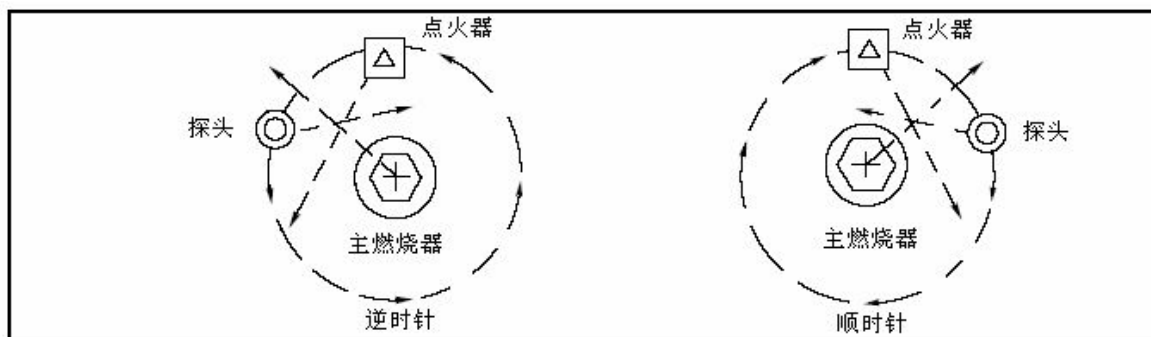

图 4. 探头相对二次风向布置
4. 必须考虑到燃烧器的二次风向，有的燃烧器风向是顺时针方向，有的燃烧器是逆时针方向，当燃烧空气以足够的旋转速度进入炉膛时，会使点火火焰随旋转方向偏移，如图 4 所示，探头应置于点火器下方或上方 10 到 30 度角并且紧靠燃烧器的入口。